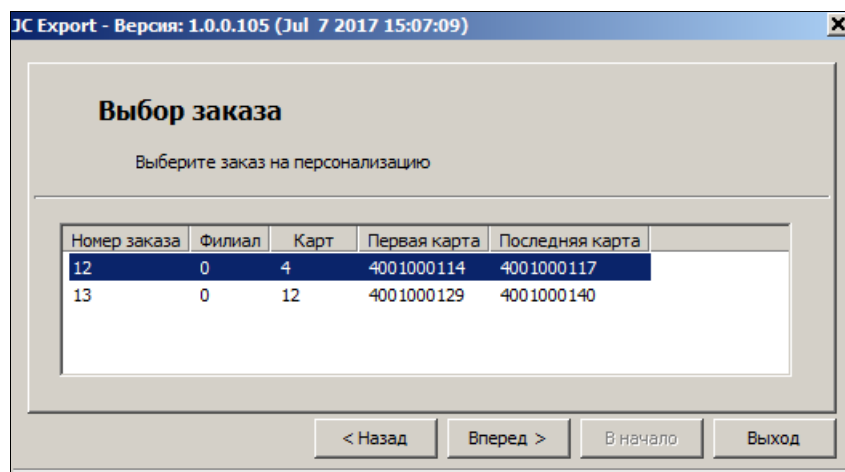

Рис. 2. Выбор заказа на персонализацию
3. Нажмите на кнопку **Вперед**. При успешном подключении к БД ОЦ откроется окно выбора заказа на персонализацию (см. Рис. 2, стр. 7). Если подключение к БД ОЦ установить не удалось, появится окно с соответствующим сообщением, например: «*Ошибка подключения к БД*». В этом случае проверьте параметры подключения к БД и исправьте ошибку.